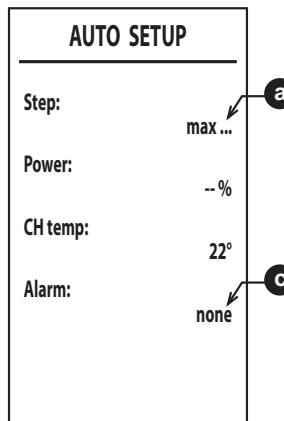

fig. 38
6. După aprindere, arzătorul se poziționează pe încălzire la diferențele puteri (max, med, min) indicate de punctul a (fig. 38).
8. Dacă secvența de aprindere descrisă la punctul „6” nu s-a finalizat cu succes, apare mesajul max_err la punctul a și un cod de eroare la punctul c (fig. 38).